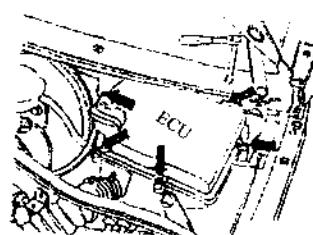

图 1.6 拆下 ECU
- ⑧ 拆下发动机控制单元（ECU），拔掉 ECU 线束插头，如图 1.6 所示。